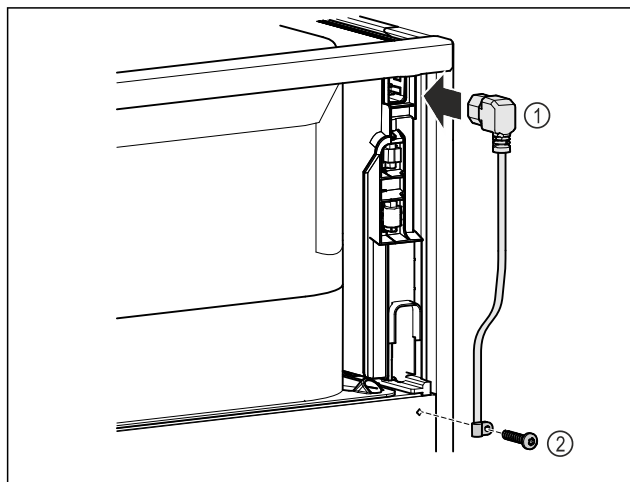

Fig. 9
- Insertar el conector para aparatos de frío del cable de alimentación Fig. 9 (1) en la parte posterior del dispositivo.
- Montar la protección contra tirones Fig. 9 (2).